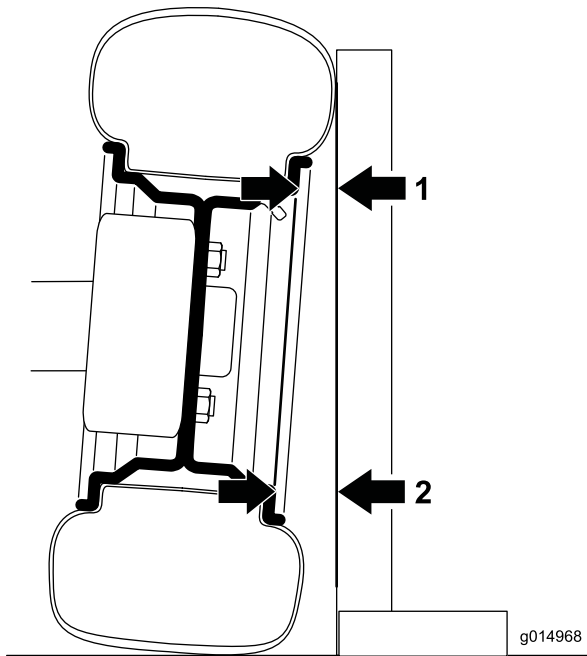

図 30
1. キャンバを測定するには、直角定規の直角の角をタイヤの正面に接触させる（図 30）。
2. タイヤから直角定規までの距離を、タイヤの上でリムの同じ部分から測定する（図 30）。